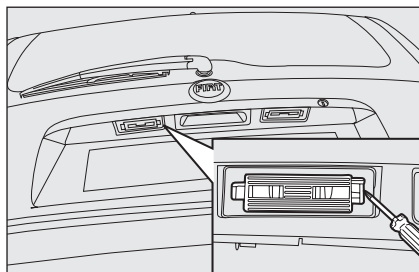

fig. 35
- con un cacciavite premere sulla molla di ritenuta come indicato in **fig. 35**;